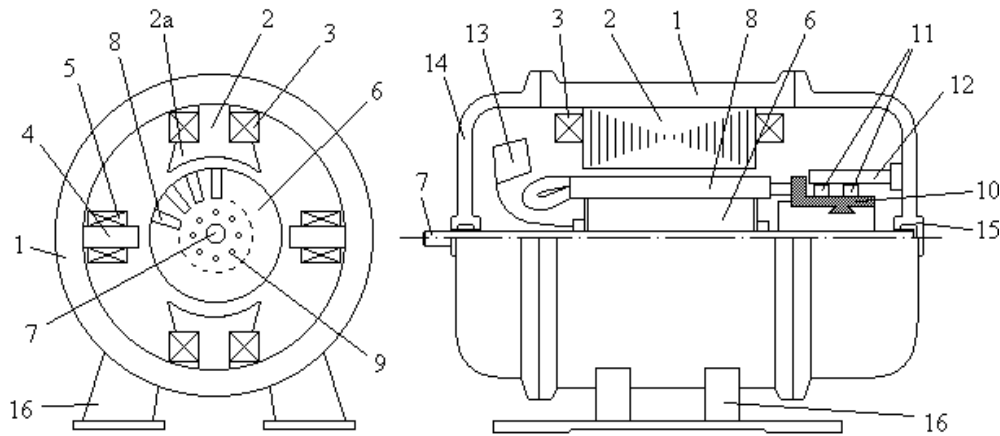

Рисунок 1
5. На рис.1 схематично зображена машина постійного струму. Цифрами позначені наступні елементи статора машини: